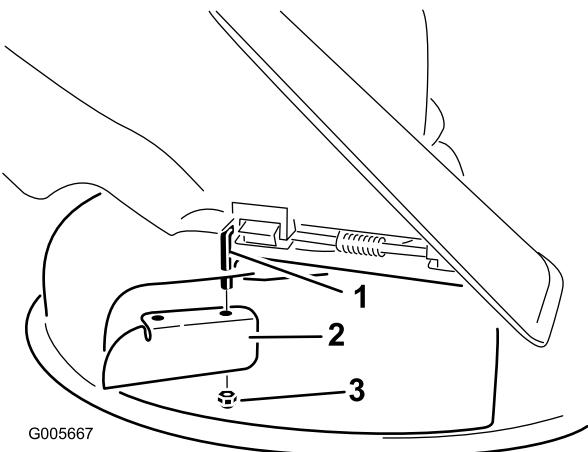

Figura 26
6. Instale la placa deflectora en la varilla de pivot (Figura 26). Utilice la tuerca fina (3/8 pulgada) existente para fijar la placa al cortacésped.
2. Retire la placa deflectora de la máquina (Figura 26).